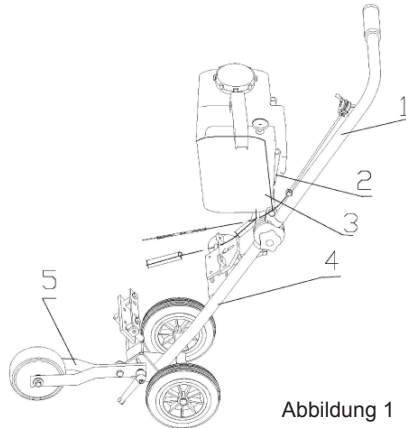

Abbildung 1
1) HAUPTBESTANDTEILE DES FÜHRUNGSWAGENS (Abb. 1):